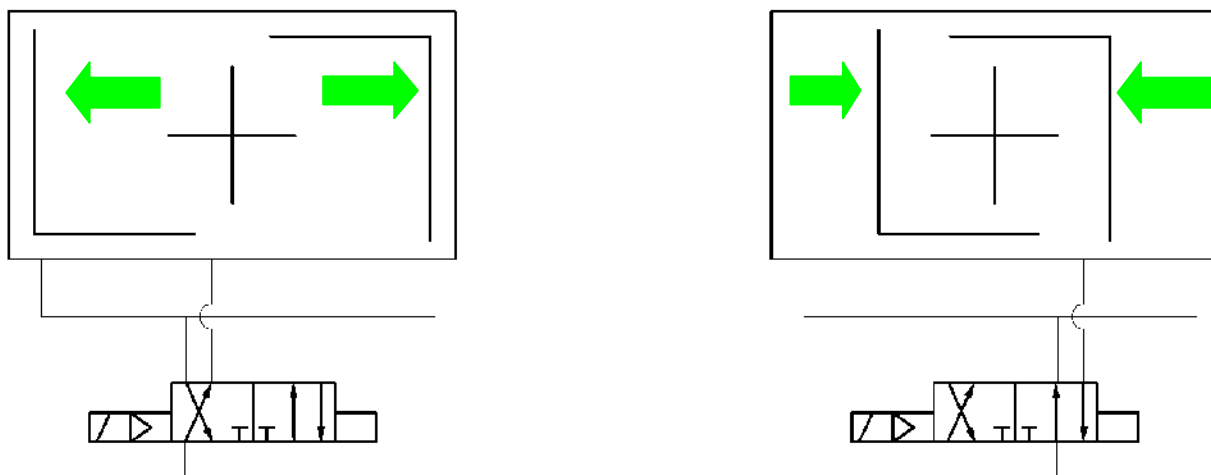

Figura 1: Schemi di funzionamento per attuatori a doppio effetto EB SYD
- ▶ Attuatori a doppio effetto EB SYD sono mostrati in Figura 1